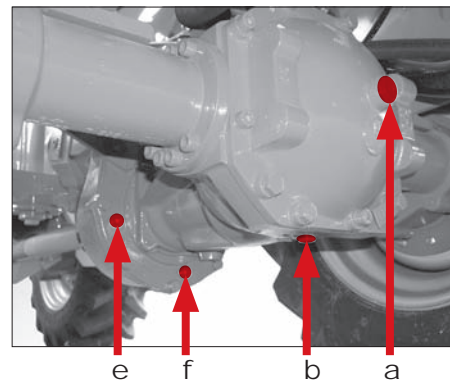

Abb. 77
4. Schrauben Sie die Innen-Sechskantschrauben Pos. a und e (Abb. 77) heraus.
7. Schrauben Sie die Innen-Sechskantschraube Pos. a und e (Abb. 77) wieder hinein.
4. Stellen Sie einen ausreichend bemessenen Auffangbehälter unter die Ablassöffnung des Differenzialgehäuses Pos. b und d (Abb. 77) und unter die Ablassöffnung des Verteilergetriebes Pos. f (Abb. 77).